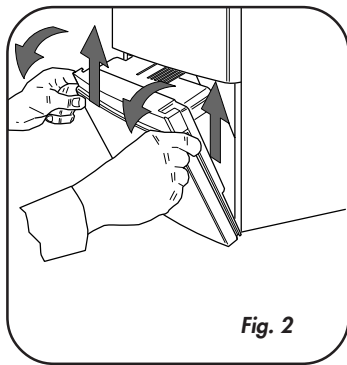

Fig. 2
- Ruotare il pannello comandi fino al primo arresto di sicurezza. Sollevare per sbloccare e ruotare fino all'apertura totale (fig. 2)